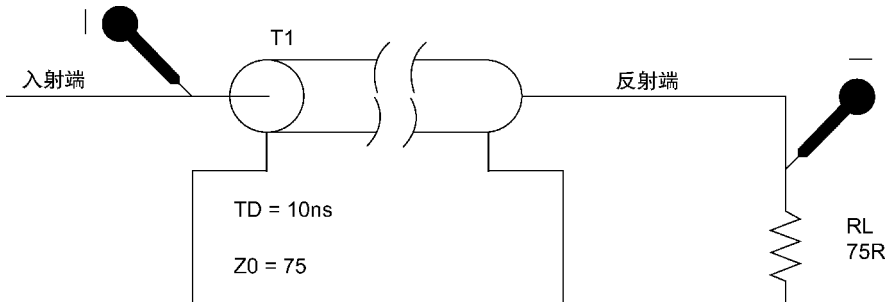

图 17.10 放置电流探针
6. 如图 17.10 所示, 在原理图中删除电压探针, 然后在传输线 T1 的输入引脚和电阻 RL 的顶部引脚放置电流探针。